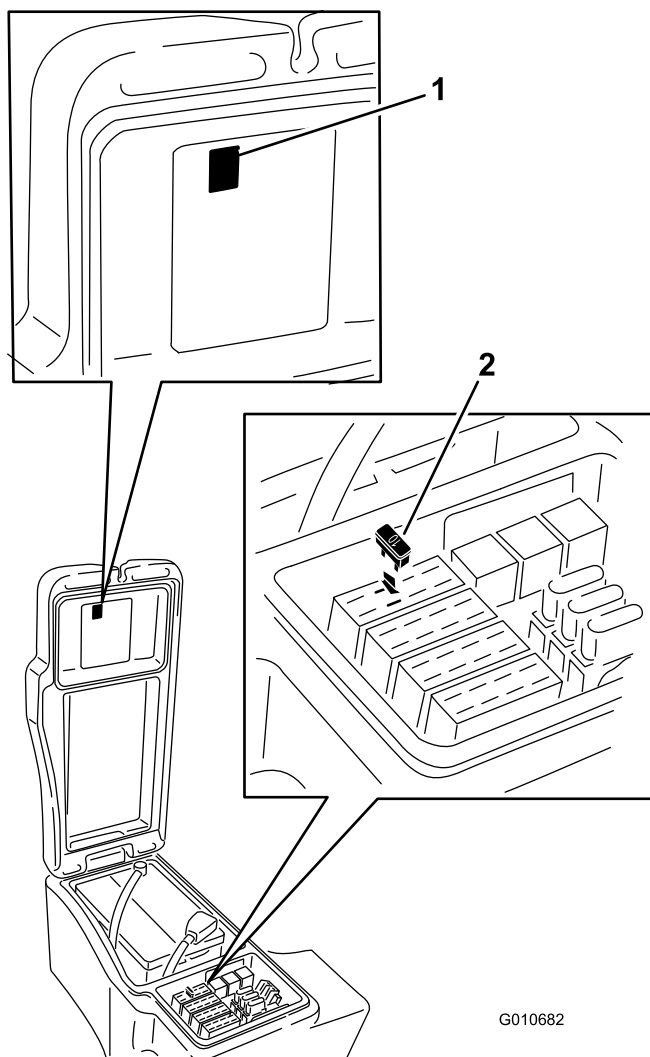

Figura 11
6. Inserite il fusibile da 10 A nella posizione sul portafusibili illustrata in Figura 11.
8. Applicare l'adesivo del fusibile nel punto corretto sull'adesivo della consolle (Figura 11).